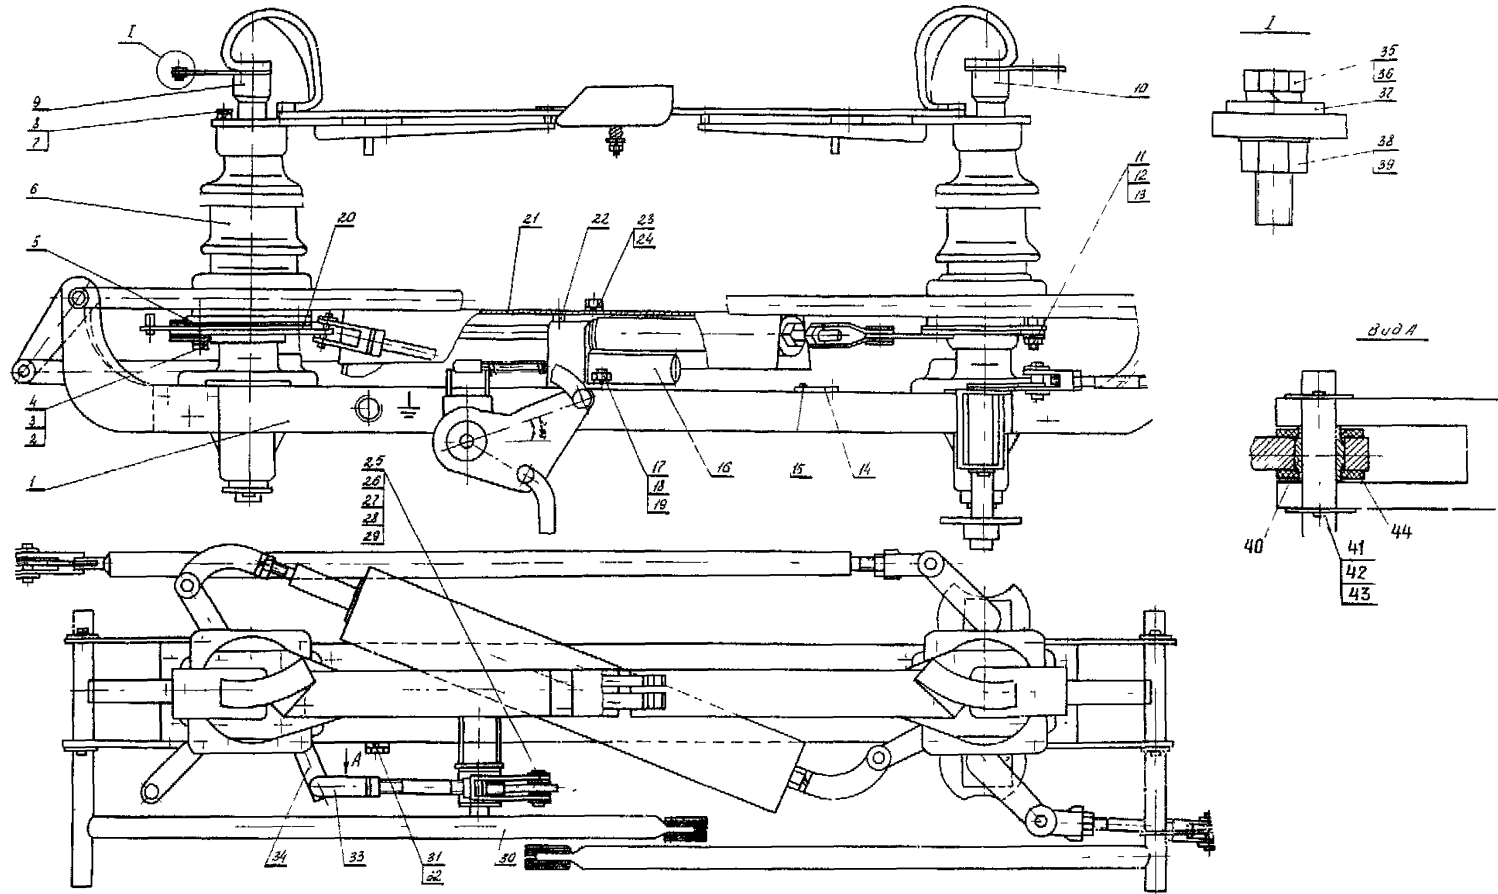
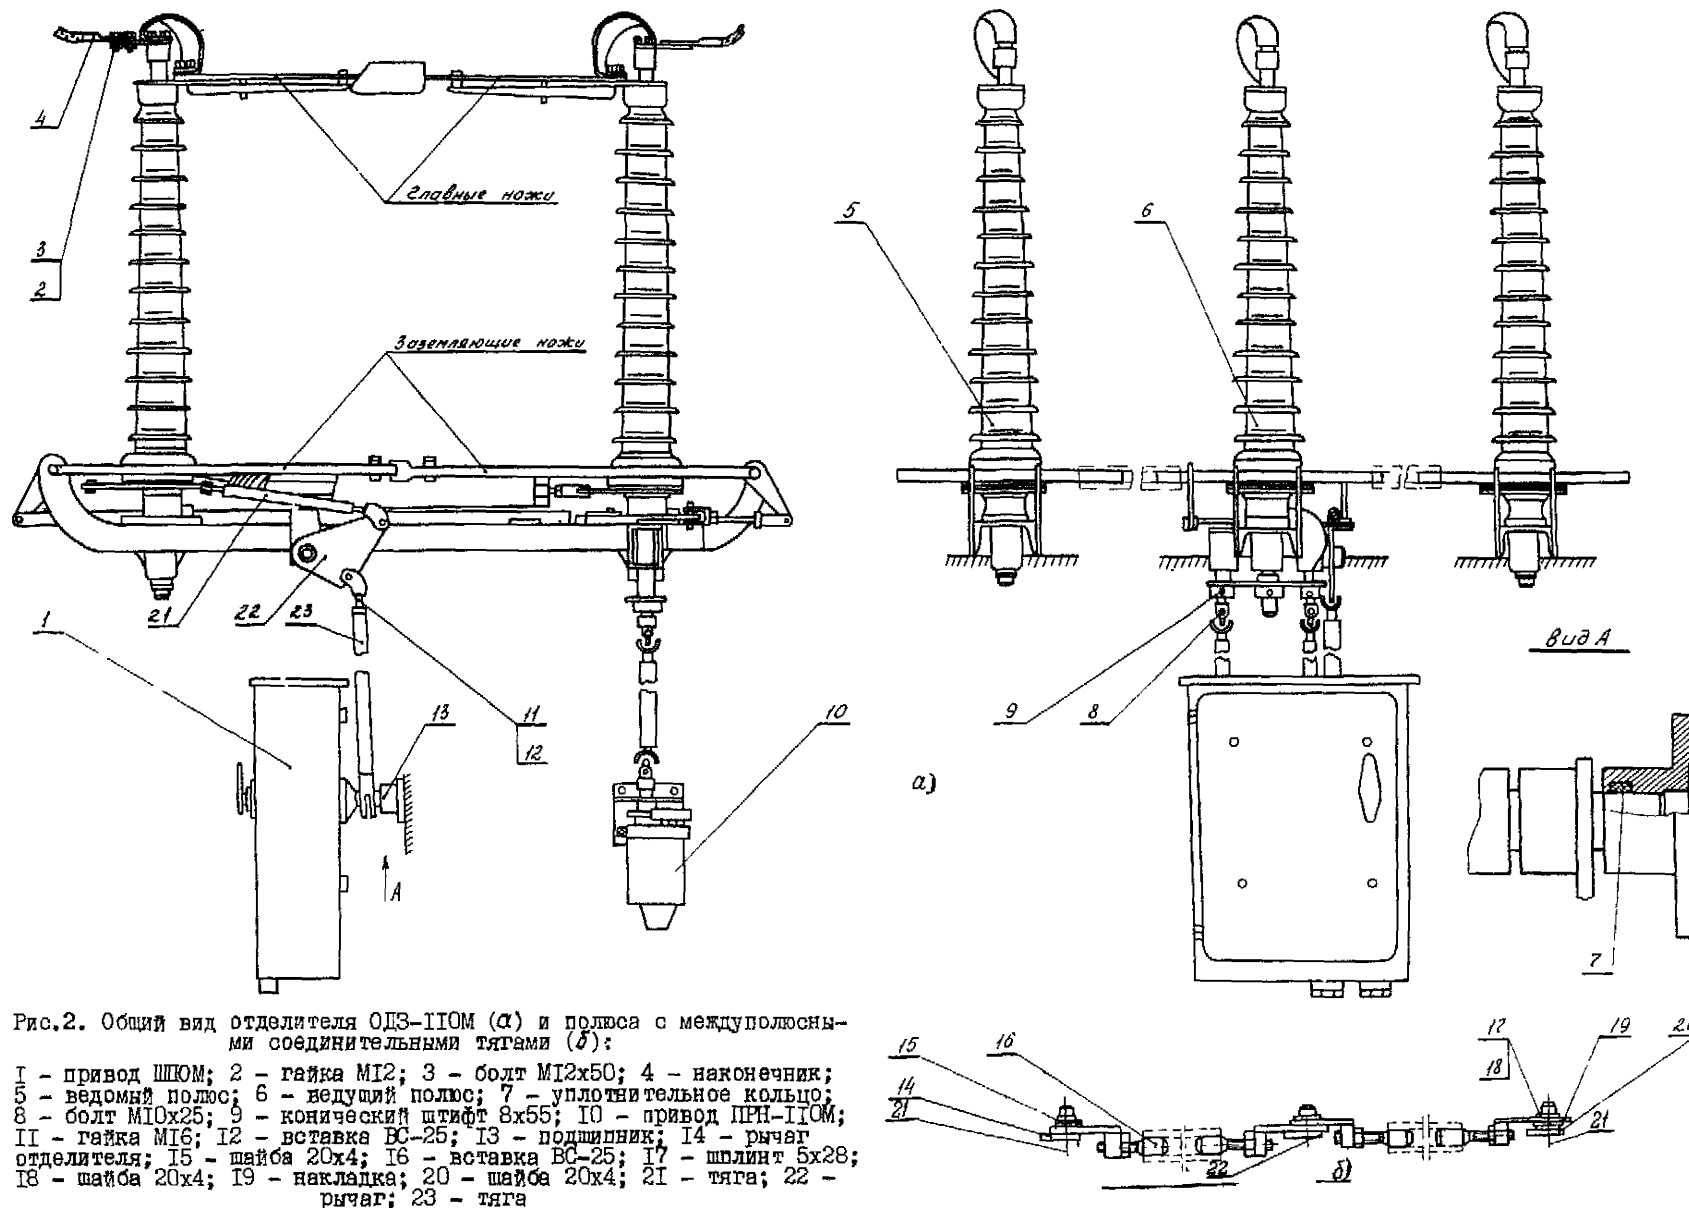

Рис. 1. Отделитель ОДЗ-ИОМ:
Рис.2. Общий вид отделителя ОДЗ-ПТОМ (а) и полюса с междуполюсными соединительными тягами (б):
ОI.1.\* Проверить чистоту поверхности изолятора 6 (рис. 1), убедиться в отсутствии трещин и сколов.
ОI.4. Произвести несколько контрольных включений и отключений отделителя с целью проверки правильности вхождения в контакты главных и заземляющих ножей (рис. 2).
02.1. Вывинтить болты 3 (см. рис. 2) и отсоединить наконечники 4 от главных контактных выводов отделителя.
02.5. Расшлинтовать и отсоединить тягу 2I от рычага 22 (см.рис.2) и рычага 34 (см. рис.1).
02.9. Зафиксировать рукоятки приводов IO (см. рис. 2) заземляющих ножей в отключенном положении отделителя.
03.15. Вывинтить болты 7 (см. рис. 1) и снять контактный мех 9.